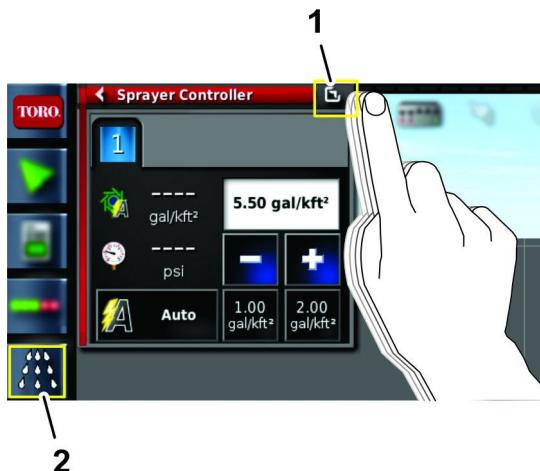

Figura 45
5. Pressione o ícone de Controlador da taxa de pulverização e, em seguida, deslize o ícone de Ecrã total no canto superior direito da janela do controlador do pulverizador (Figura 45).